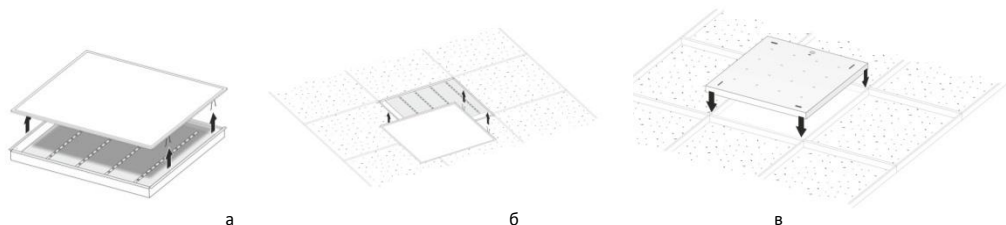

Рисунок 8 - Установка светильника Geniled серии Экофон.
5.5.1. С распакованного светильника Geniled снимите рамку при помощи 4-х пружин (Рисунок 8, а). Установите в подготовленной потолочной нише (Рисунок 8, б).
5.5.3. Вставьте рамку с рассеивателем в светильник Geniled с помощью 4-х пружин (Рисунок 8, в).